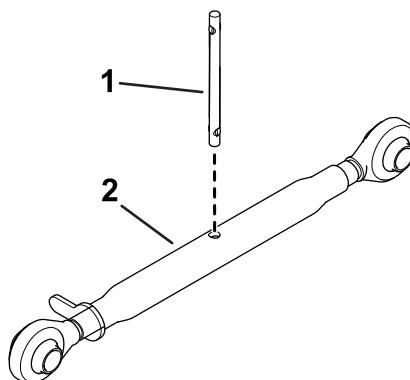

Рисунок 6
1. Установите стержень на верхнюю тягу (Рисунок 6).